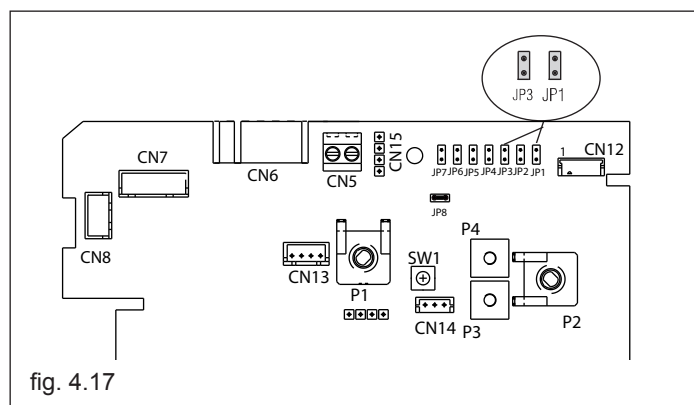

fig. 4.17
5. inserire i jumper JP1 e JP3 (fig. 4.17).